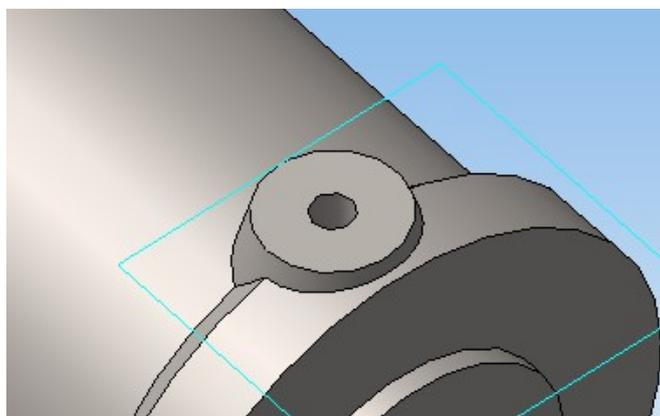

Рис. 10. Отверстие в конусе построено.
2. Щёлкните по кнопке *Вырезать выдавливанием* на инструментальной панели *Редактирование детали*. На *Панели свойств* выберите направление выдавливания — *Прямое направление*, Расстояние 1 — *18 мм*. Щёлкните по кнопке  (*Создать объект*). Таким образом, одно отверстие построено (рис. 10).